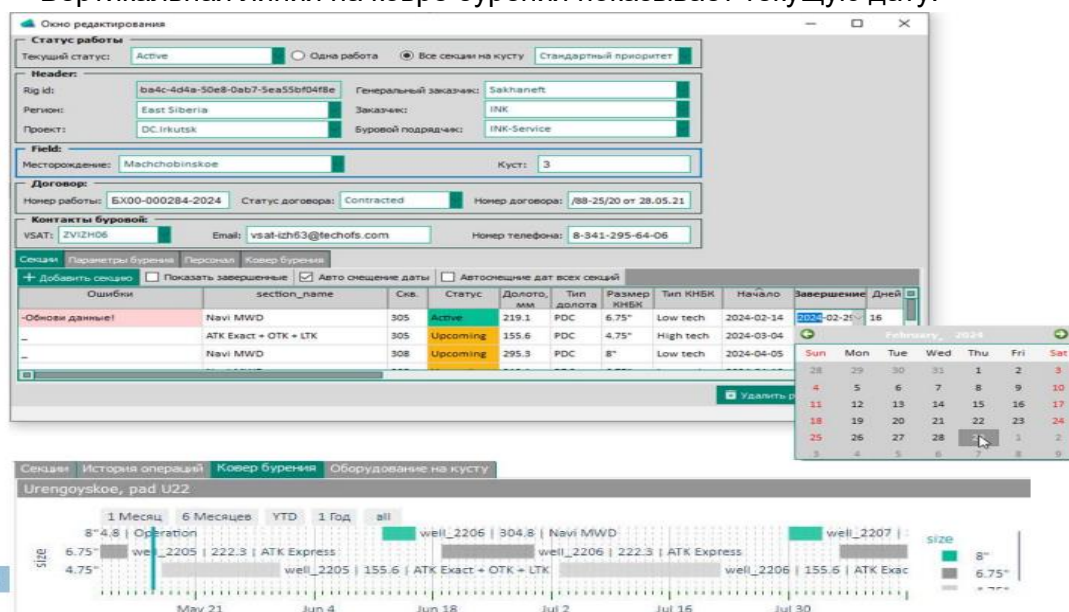

Рис.3
1. Для редактирования дат, используйте преимущественно кустовой вид (рис.3).